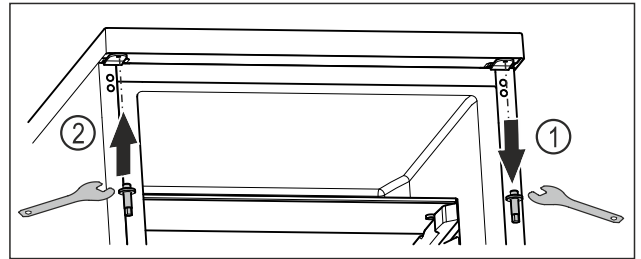

Fig. 15
- ▶ Kierrä ylemmät pultit ulos ulokuusioavaimella. Fig. 15 (1)
- ▶ Kierrä pultit ulokuusioavaimella kiinni vastapäiselle puolelle. Fig. 15 (2)